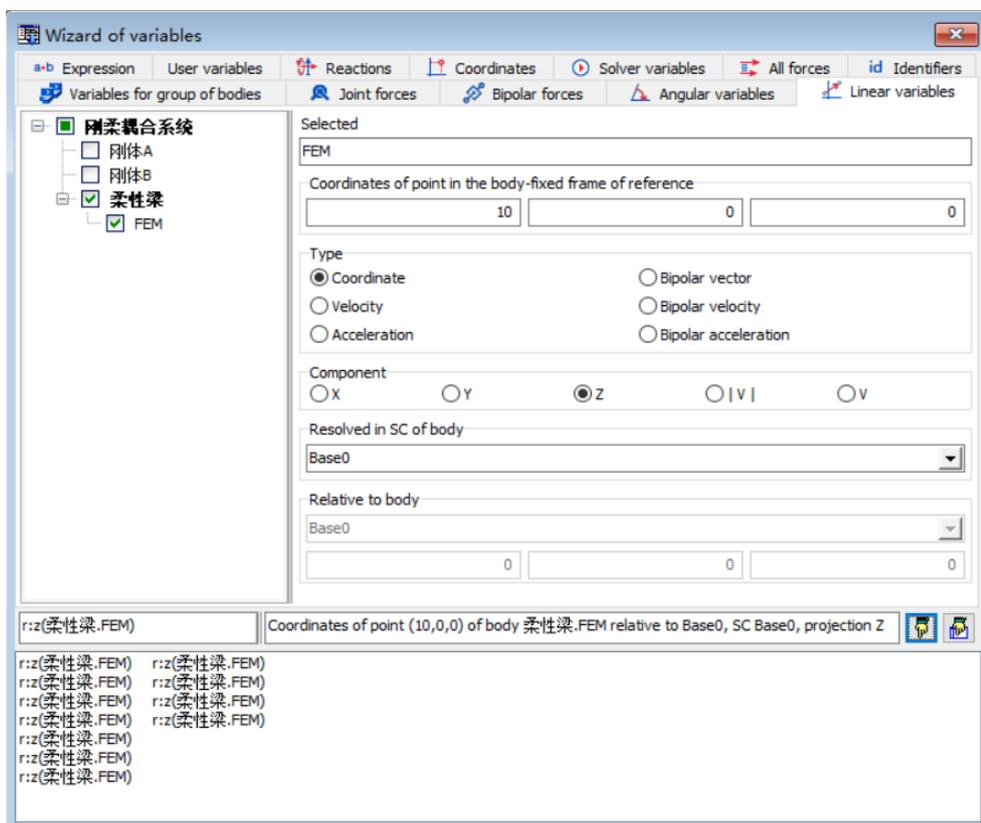

图 2-118
- 3) 选择主菜单 **Tools** → **Wizard of variables...** 打开变量向导 (或点击工具栏按钮 ), 定义**柔性梁 FEM**的垂向位移变量 (从点 $(0, 0, 0)$ 到点 $(10, 0, 0)$ 每米取一个点, 共计 **11** 个), 如图 2-118。